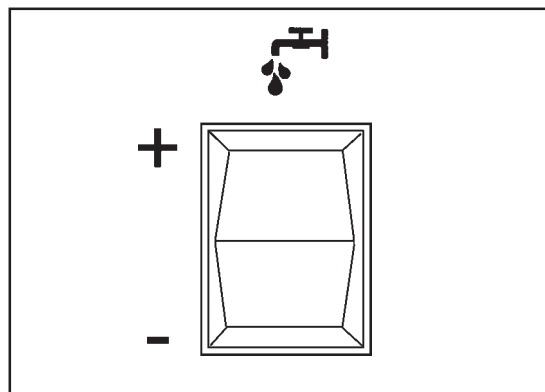
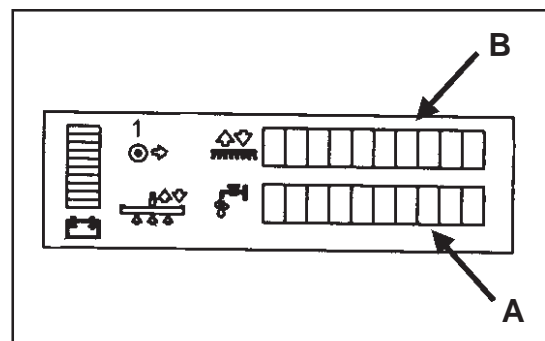
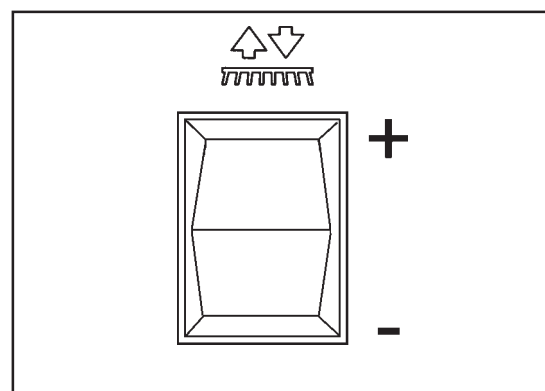

Figura 26
Figura 27
Figura 28
La solución se usa para aflojar y quitar la suciedad del piso. La cantidad de solución que se aplica se puede ajustar en cinco niveles diferentes para que se adapte a muchas condiciones de pisos diferentes. Estos niveles diferentes aparecen en la pantalla de cristal líquido ubicada en el frente de la máquina. Para ajustar la cantidad de solución a aplicar, use el Interruptor del flujo de solución (figura 26). **NOTA: Existen cinco configuraciones diferentes en la pantalla. Consulte la figura 27, A.**
1. Oprima el lado “ + ” del interruptor (figura 26).
1. Oprima el lado “ - ” del interruptor (figura 26).
Los cepillos se usan para agitar la solución, lo cual mejora el proceso de limpieza. La presión de cepillo que se aplica se puede ajustar en cinco niveles diferentes para que se adapte a muchas condiciones de pisos diferentes. Estos niveles diferentes aparecen en la pantalla de cristal líquido ubicada en el frente de la máquina (figura 27, B). Para ajustar la cantidad de presión de cepillo, use el Interruptor arriba/ abajo del cepillo (figura 28).
1. Presione el lado “ + ” del interruptor (figura 28).
1. Presione el lado “ - ” del interruptor (figura 28).